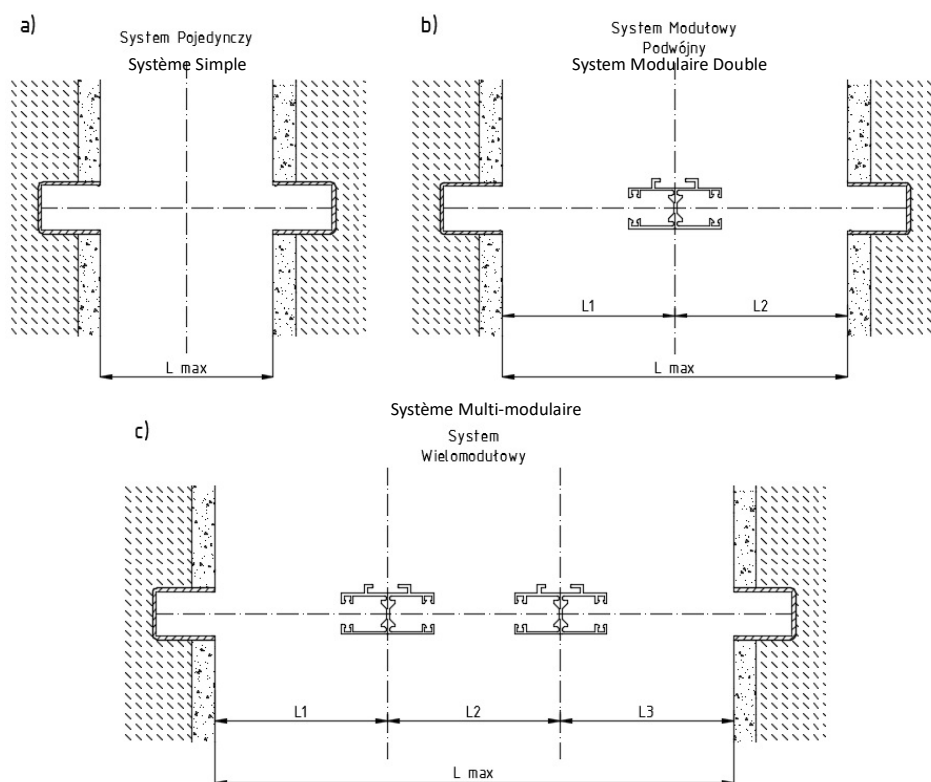

Fig. 3. Mesure de la largeur du système avec rail de guidage encastré: a) - Système simple, b) - Système modulaire double, c) -Système multi-modulaire.
- L'ancrage mécanique du profilé de montage est autorisé, de sorte que l'élément de fixation ne fasse pas saillie de plus de $4 \div 5$ mm au-dessus du plan intérieur du profilé, Fig. 3.
Fig. 3 Méthode de pose du profilé de montage: 1 - Profilé de montage, 2 - Rail de guidage encastré, 3 - Joint, 4 - Enduit / Isolation thermique, 5 - Béton / Mur.